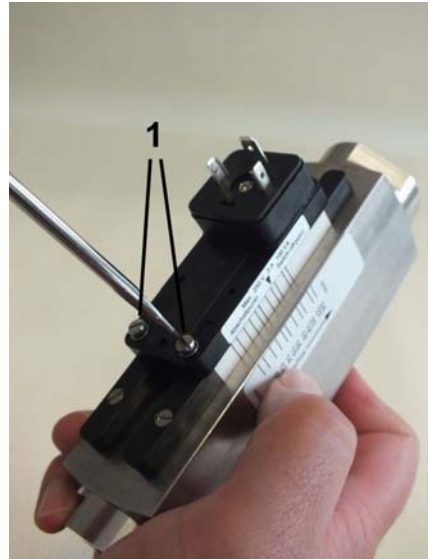

Abb. 31: Feststellschrauben lösen
1. Die Feststellschrauben des Schaltkontaktes (Abb. 31/1) mit einem Schlitzschraubendreher lösen.
3. Feststellschrauben des Schaltkontaktes (Abb. 31/1) mit einem Schlitzschraubenzieher wieder anziehen. Dabei Schrauben-Anziehdrehmoment beachten.